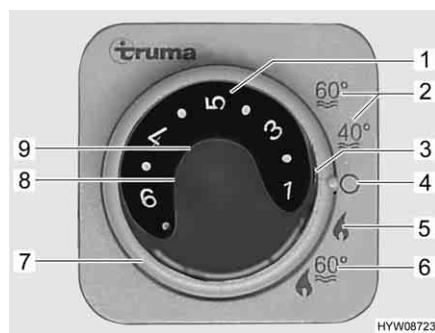

Fig. 96 Centralina di controllo per riscaldamento/boiler
- Impostare la modalità di funzionamento tramite l'interruttore girevole (Fig. 96,7).
**Funzionamento invernale** A seconda della temperatura ambiente desiderata, il riscaldamento seleziona automaticamente il livello del bruciatore necessario. Al raggiungimento della temperatura ambiente desiderata, il bruciatore si spegne. Durante la modalità di funzionamento "Riscaldamento e boiler" (Fig. 96,6) viene riscaldata anche l'acqua nel boiler. Nella modalità di funzionamento "Riscaldamento senza boiler" (Fig. 96,5) è possibile far funzionare il riscaldamento con il boiler vuoto.
- Impostare la manopola della temperatura (Fig. 96,1) sulla centralina di controllo scegliendo il livello di potenza desiderato.
- Posizionare l'interruttore girevole (Fig. 96,7) su funzionamento invernale "Riscaldamento senza boiler" (Fig. 96,5) o su funzionamento invernale "Riscaldamento e boiler" (Fig. 96,6).
Si accende la spia di controllo verde (Fig. 96,3).
- Posizionare l'interruttore girevole (Fig. 96,7) su "O" (Fig. 96,4).